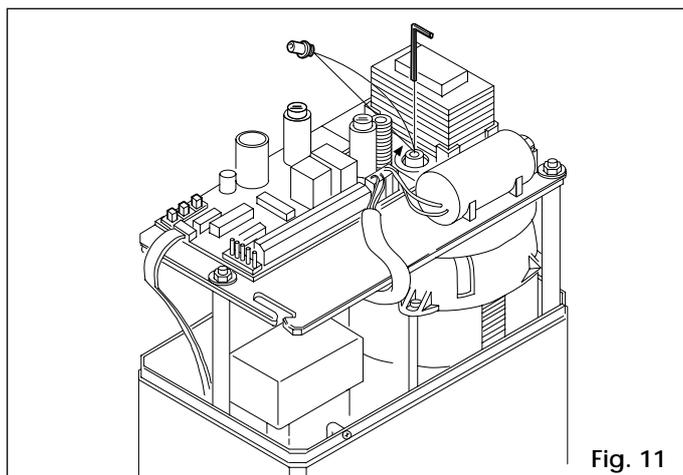

Fig. 11
- 6) Déposer et conserver la vis de mise à l'air libre comme indiqué Fig.11.